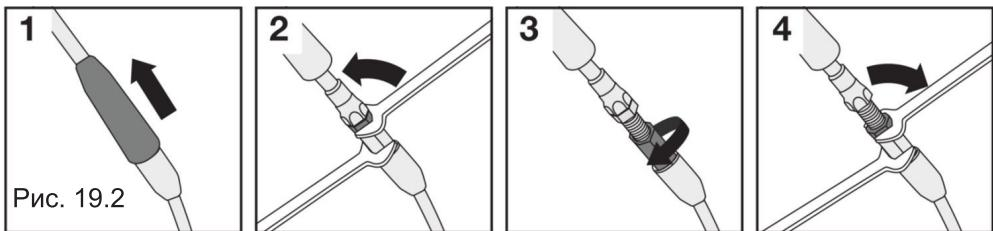

Рис. 19.2
Каждый трос имеет функцию регулировки, чтобы момент включения привода соответствовал положению рычага включения и манере работы оператора (Рис. 19.2). Для регулировки необходимо сместить вверх защитный кожух (1), выкрутить верхнюю часть (2) и изменить положение регулировочной гайки (3). При выборе оптимальной регулировки работы рычага, положение гайки фиксируется положением верхней и нижней части механизма (4) и перемещается вниз защитный кожух для предотвращения попадания влаги в область механизма регулировки.